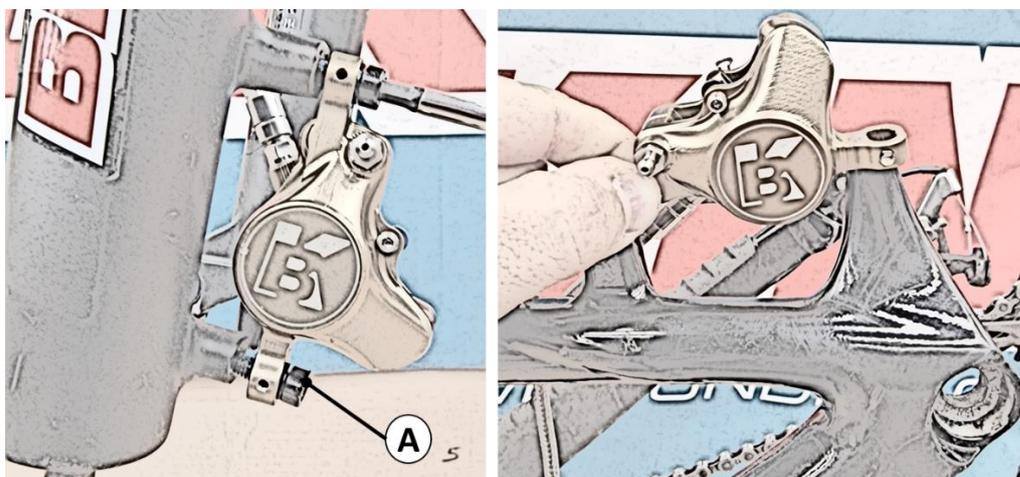

Figura 3: Montaggio diretto pinza su forcella e telaio
- 1) Avvicinare la pinza ai supporti sul telaio o sulla forcella, facendo combaciare i fori, verificando che il disco entri fra le pastiglie senza interferenza, e che la pinza sia correttamente alloggiata in sede (**Figura 3**)